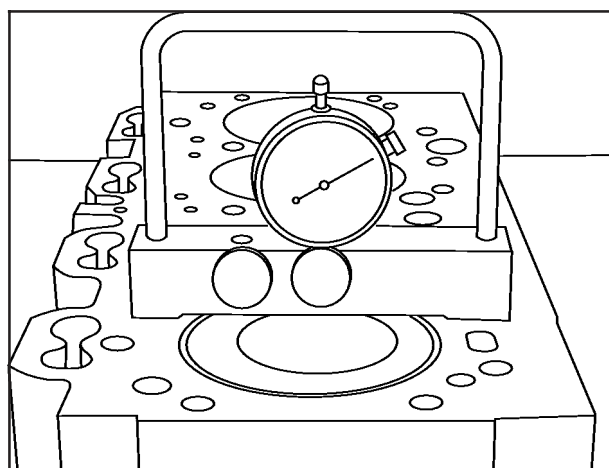

FIG 27
10. Verifique a altura do pistão em relação à superfície usinada do bloco com o relógio microcomparador e a ferramenta número 81 30 004 **Fig. 27** ou uma lâmina calibradora e uma régua. Veja Especificações .